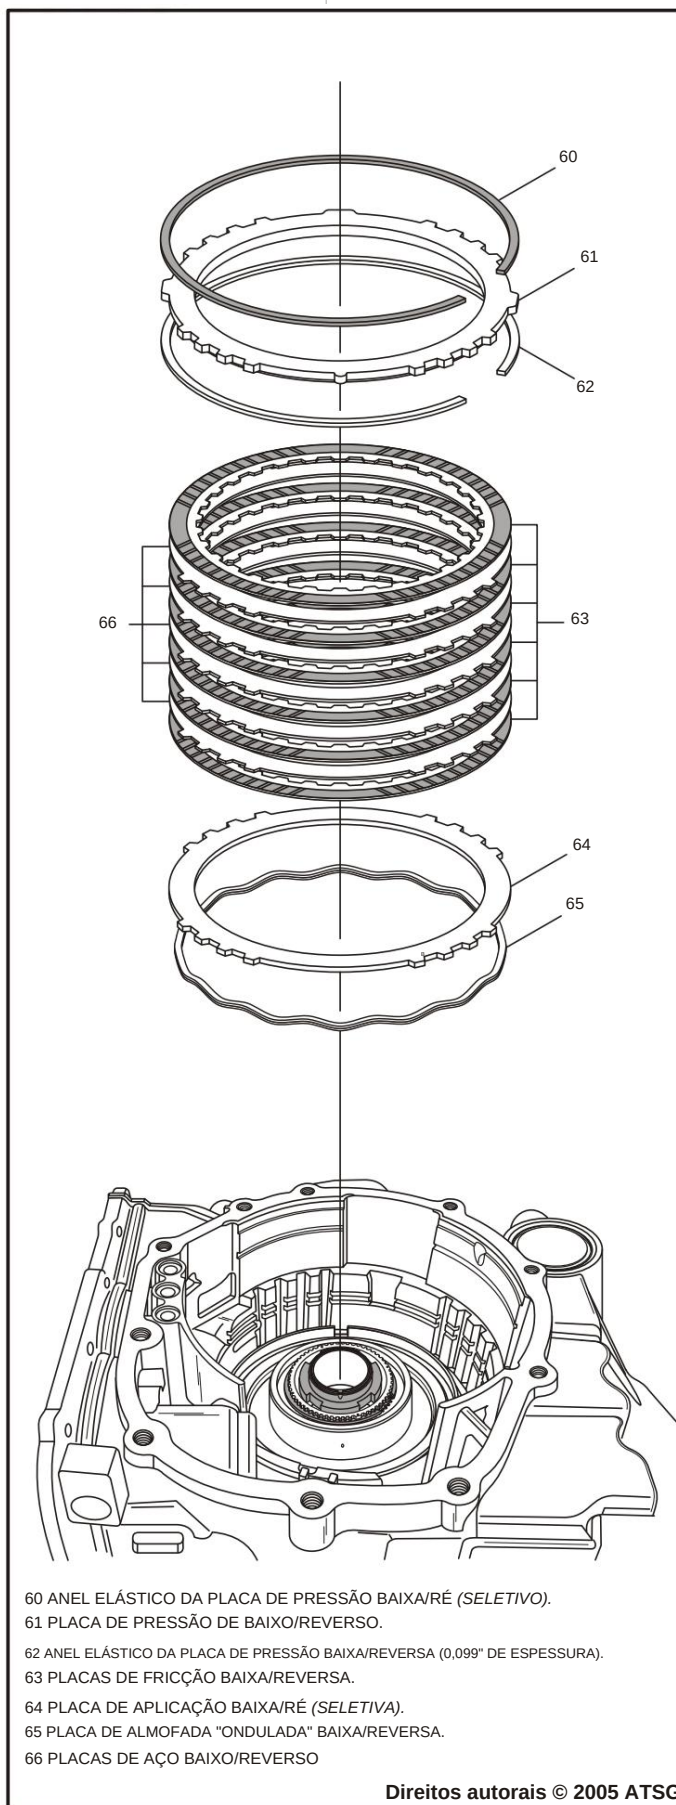

Figura 173
42. Instale a placa de amortecimento "ondulada" de baixa/ré, conforme mostrado na Figura 173, na parte superior do pistão.
43. Instale a placa de aplicação seletiva da embreagem de baixa/ré, conforme mostrado na Figura 173.
44. Instale as placas da embreagem de baixa/ré começando com uma fricção e alternando com placas de aço, conforme mostrado na Figura 173.
45. Instale o anel elástico de 0,099" na ranhura da caixa, conforme mostrado na Figura 173.